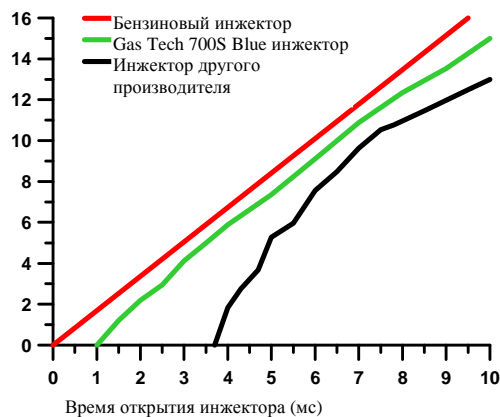

Рис. 2.2. Характеристика инжекторов GreenTech и BlueTech
- наличие линейной характеристики, приближенной к бензиновым инжекторам (см. Рисунок 2.2).